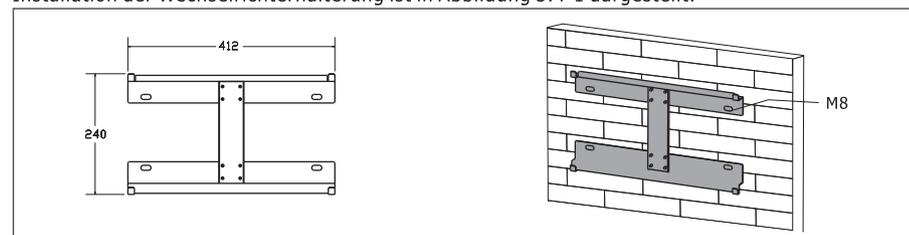

Abb.3.4-1 Installation der Wechselrichter-Aufhängeplatte
Step 1. Schritt 1. Benutzen Sie die Halterung als Schablone, um 5 Löcher an den richtigen Stellen zu bohren (10 mm Durchmesser und 80 mm Tiefe). Verwenden Sie die M8-Dehnschrauben aus dem Zubehörkasten und befestigen Sie die Halterung mit einem 12-mm-Bohrer fest an der Wand. Die Installation der Wechselrichterhalterung ist in Abbildung 3.4-1 dargestellt.